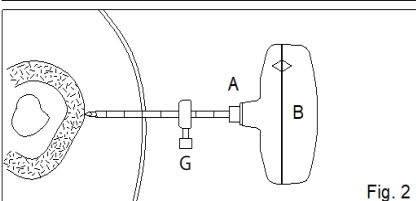

Fig. 2
FIG. 2 Mova o medidor de profundidade (G) para frente até fazer contato com a pele e, em seguida, retire-o até a profundidade desejada, usando as marcações em centímetros na Cânula de corte (A) para proporcionar orientação visual.